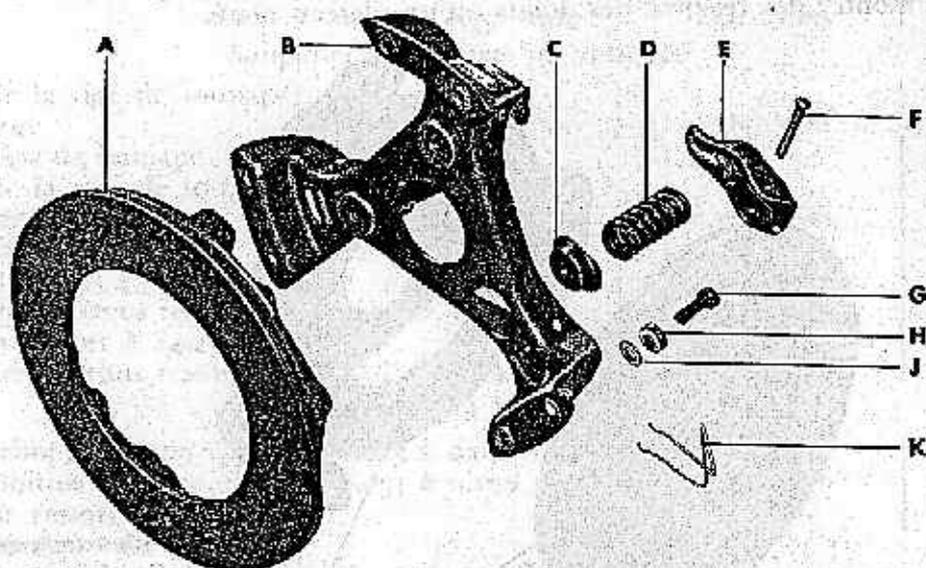
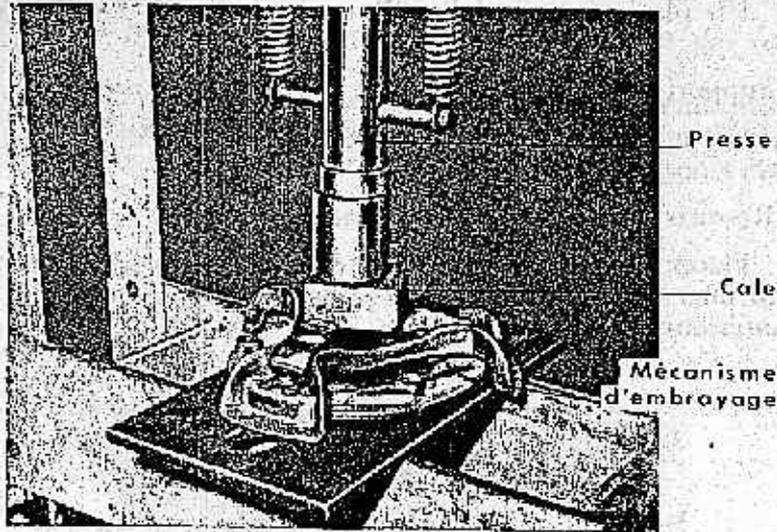

FIGURE 47. — Mécanisme d'embrayage démonté.
FIGURE 48. — Mécanisme d'embrayage mis sur cale sous une presse, pour démontage ou montage.
A. — Dépose de la vis de réglage d'embrayage (fig. 47).
Placer le mécanisme d'embrayage dans une presse, une cale de bois carrée épaisse placée sur les doigts (fig. 48). Presser les doigts, et enlever les trois vis de réglage
1) Plateau d'embrayage (fig. 47).
2) Support de plateau (fig. 47).
Glisser un ressort de rappel de plateau à sa place sous chaque doigt d'embrayage sur le support de plateau (fig. 47). Pacer le support dans une presse comme le montre la figure 48. Placer une cale de bois sur le sommet des doigts d'embrayage, et faire pression sur les doigts (fig. 48). Mettre en place les trois vis de réglage d'embrayage, contre-écrous et rondelles plates dans le plateau.